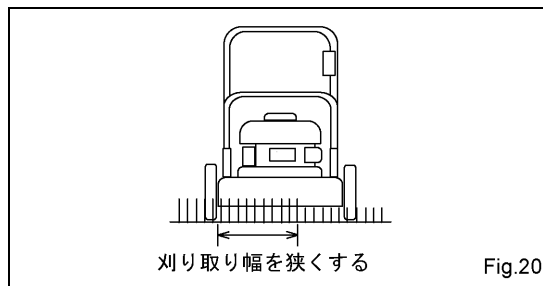

Fig.20
(5) 芝刈り作業時に、エンジン（ブレード）の回転が下がって作業できない場合があります。この場合は次の方法によって作業を行なって下さい。
- 刈り取り幅を狭くする。(Fig.20)